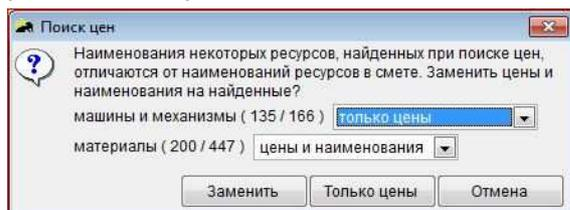

Рис. 5. Окно настройки замены цен и наименований
10. По завершении контроля найденных цен и, возможно, дополнительного ручного поиска, следует нажать кнопку "Сохранение цен" в нижнем меню. При этом открывается диалоговое окно, в котором следует уточнить замену наименований (Рис.5):